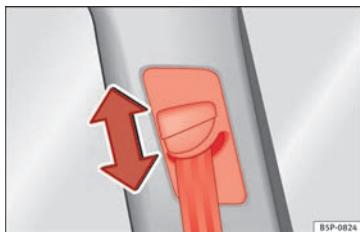

Fig. 12 Dispositivo di regolazione dell'altezza della cintura.
- Premere sulla staffa di inversione posta in alto, tenendola poi in questa posizione »» **fig. 12.**